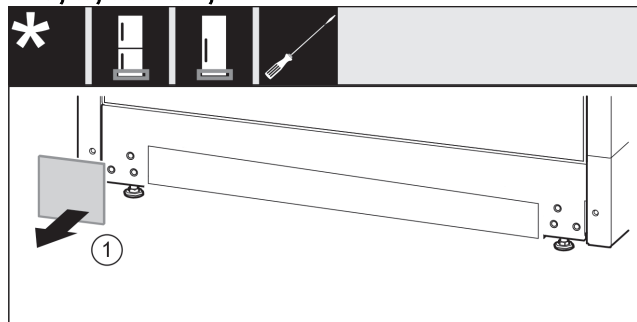

Fig. 17
- ▶ Αφαιρέστε το κάλυμμα Fig. 17 (1).